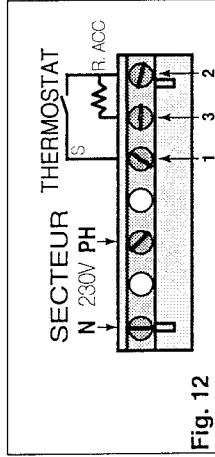

Fig. 12
Raccorder sur le connecteur, l'alimentation 230 V du secteur (voir schéma fig. 12), le fil de phase en PH, le neutre en N.
- raccorder le thermostat d'ambiance selon le schéma (fig. 12) :
- le fil de terre du T.A. doit être raccordé à la vis (T) sur le boîtier électronique
- brancher le connecteur en (C)